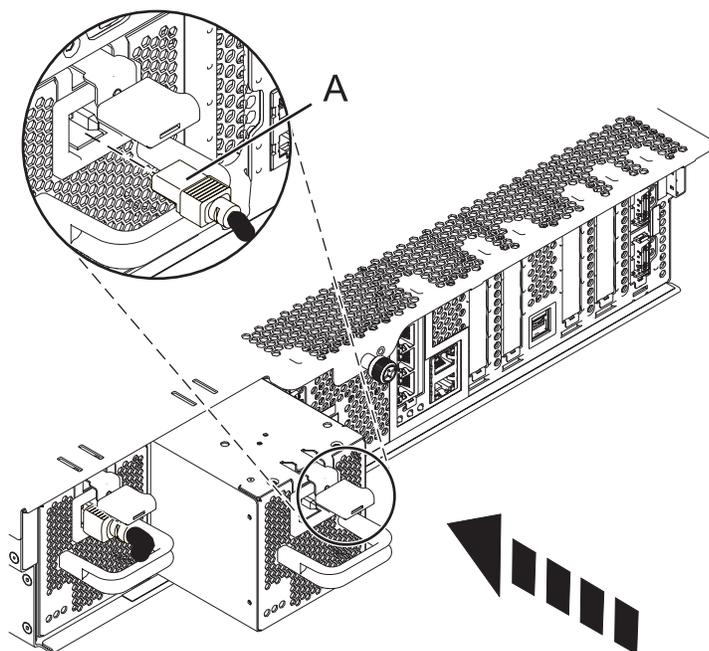

Figure 8. Remplacement d'une alimentation électrique
4. Alignez le bloc d'alimentation électrique avec la baie et glissez-le dans le système, jusqu'à ce que le taquet s'enclenche, comme illustré dans la figure 8.